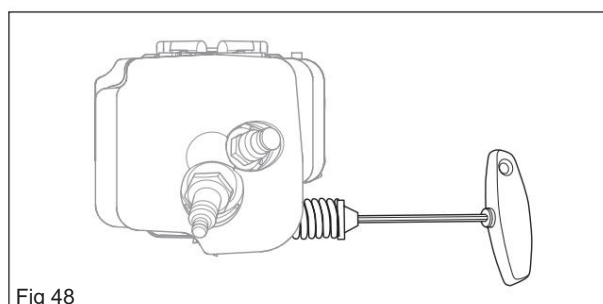

Fig 48
2. Démontez le ressort du cylindre à l'aide d'une clé Allen de 4 mm. (voir figure 48)